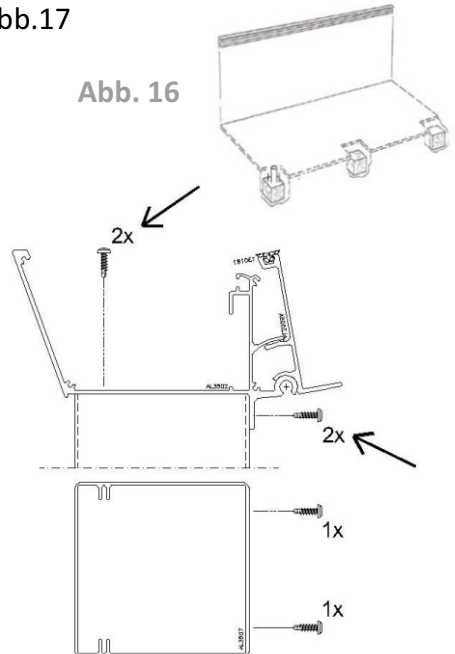

Abb. 17
- 3.10 Verbinden Sie die Rinne mit den Pfosten und Schrauben pro Pfosten: 2 Torxschrauben in die Rinne von oben und 2 an der Lippe der Rinne. Siehe Abb.17